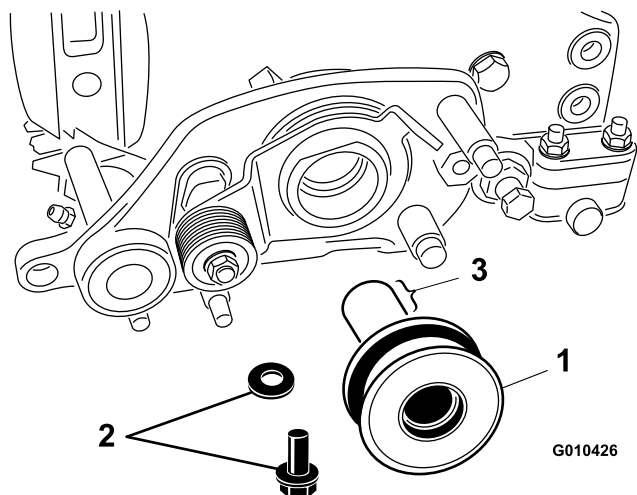

Figura 12
1. Aplique grasa a las acanaladuras internas y a la superficie exterior de la polea (Figura 12).
3. Sujete la polea al eje del molinete con un perno (M6-1 x 20 mm) y una arandela (Figura 12).